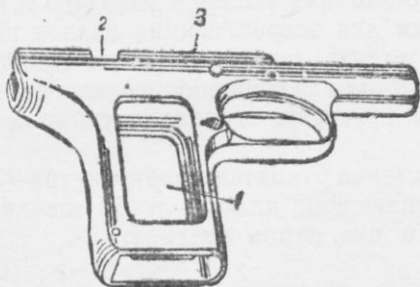

Рис. 55. Рамка:
96. **Рамка** (рис. 55) составляет одно целое с рукояткой пистолета и спусковой скобой. Она служит для соединения частей пистолета. Рамка имеет: на передней части — жолоб, в котором помещается возвратная пружина и двигается нижняя трубка кожуха затвора, пазы для помещения